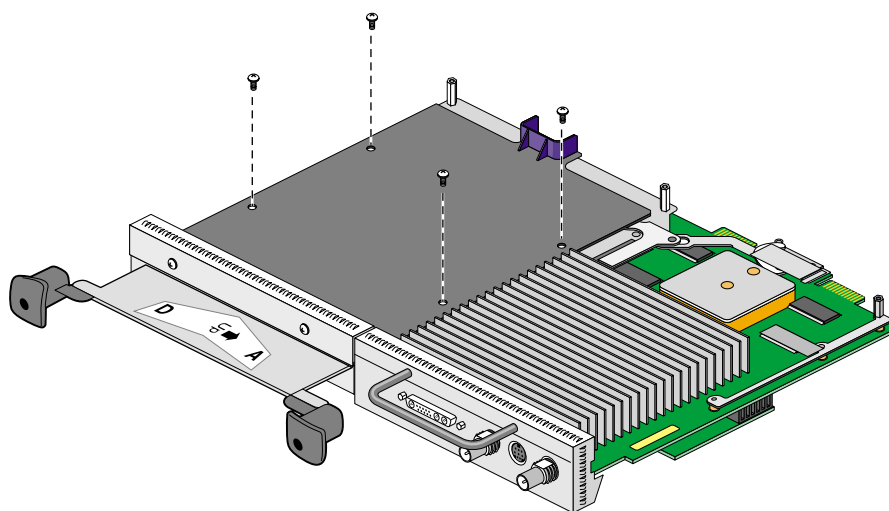

図2-11 ブランキングパネルからのネジの取り外し
1. 図2-11 に示すように、付属の差し替え + ドライバを使用して、スロットに取り付けられているオプションボードまたはブランキングパネルからネジを取り外します。